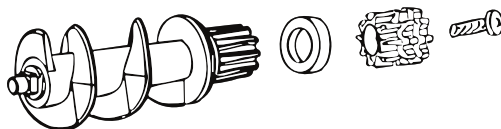

рис.3
7.1.2. Установите уплотнительное кольцо на шнек, присоедините адаптер и зафиксируйте с помощью винта (рис.3). Адаптер необходим для защиты деталей мясорубки от изнашивания. При износе адаптера выкрутите винт и замените адаптер на новый (поставляется в комплекте).